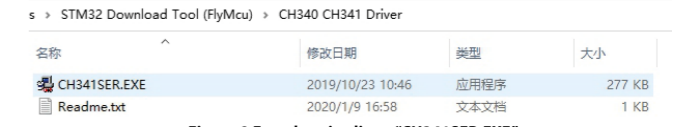

Figura 8 Fare doppio clic su „CH341SER.EXE”
**Passaggio 1:** collegare il cavo della porta di comunicazione USB, fare doppio clic sul file „CH-341SER.EXE” per installarlo, come mostrato nella Figura 8.